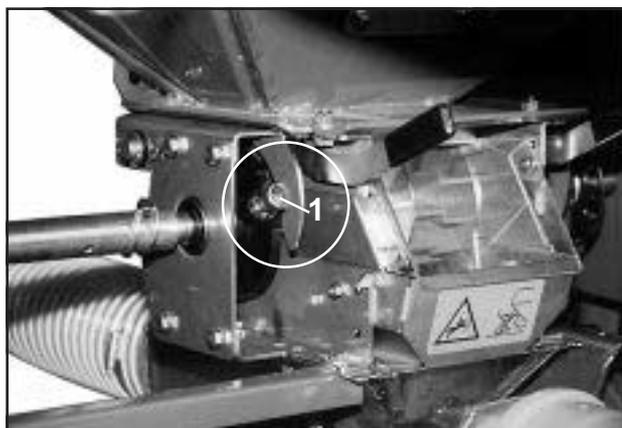

Fig. 7.4
- **Beide** Stellschrauben (Hauptsäräder) (7.3/1) bis in die jeweilige Lücke des Arretierbleches (7.3/2) herausdrehen (**siehe Fig. 7.4**).